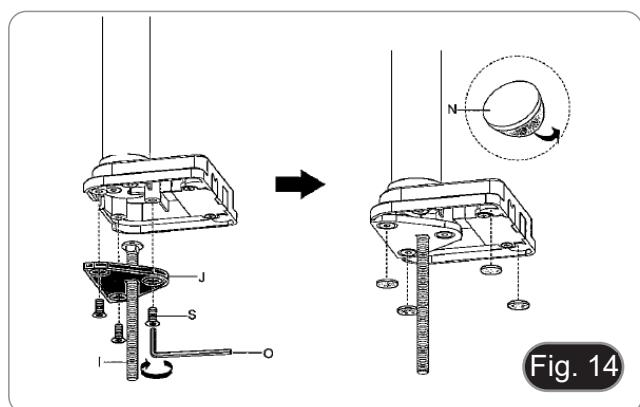

Fig. 14
3. Introduzir o parafuso (I) na placa de fixação (J).
4. Aperte a placa de fixação com os três parafusos (S). (Fig. 14)
5. Colar as almofadas de borracha (N) no grampo da mesa.